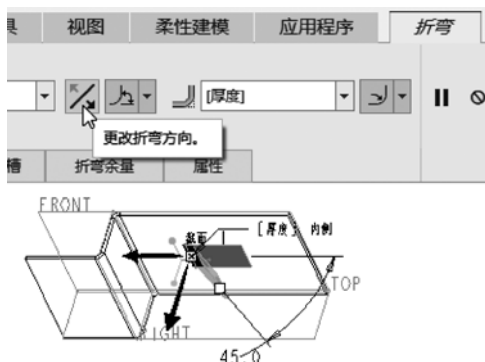

图 5-42 更改折弯方向
(7) 在“折弯”选项卡中单击（更改折弯方向）按钮，使折弯方向如图 5-42 所示。